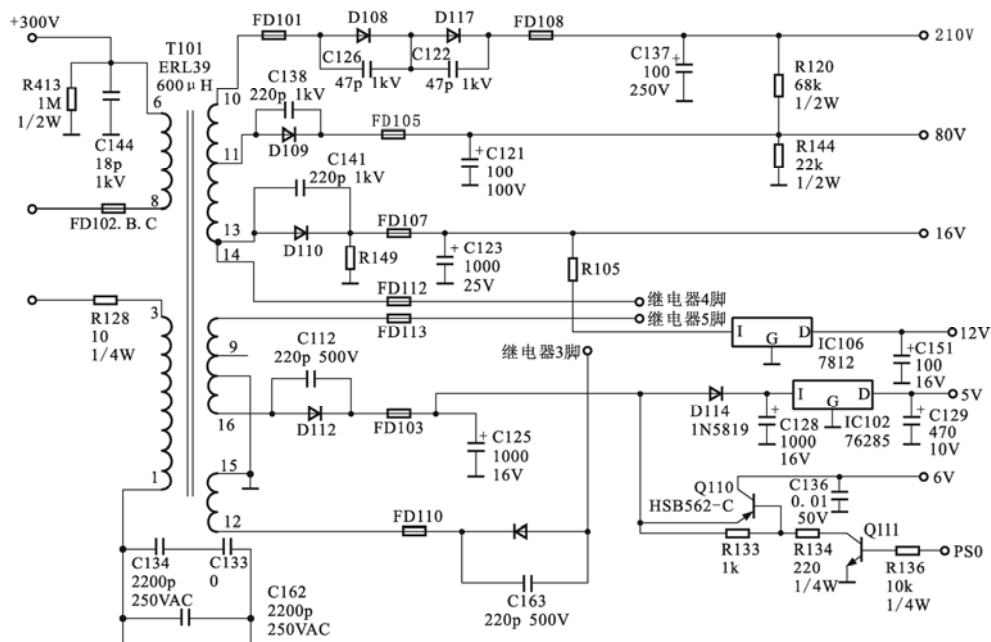

图 3-56 开关电源的直流输出电路原理图
开关电源的直流输出电路原理图如图 3-56 所示，开关变压器的次级绕组⑩、⑪脚和⑬脚的输出分别经整流滤波输出 $+210\text{V}$ 、 $+80\text{V}$  和  $16\text{V}$  等电压， $16\text{V}$  再经三端稳压器输出 $+12\text{V}$  电压。如果某一直流电压失常，应按图检测相关的元器件。